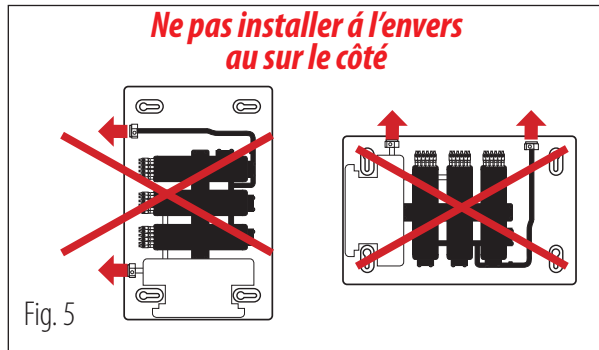

Fig. 5
- S'assurer que l'appareil est mis à niveau horizontalement, **avec les entrées et sorties d'eau en bas. (fig.5)**